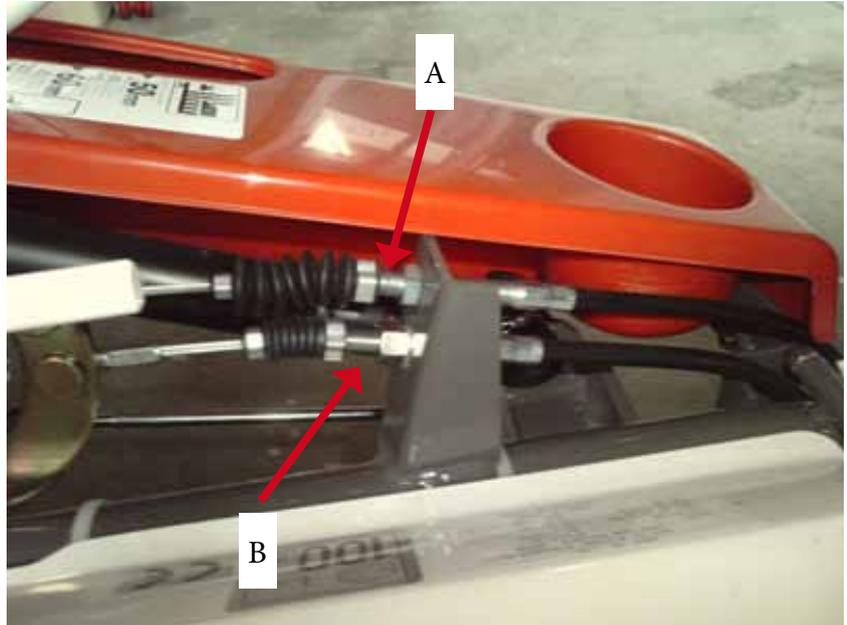

Bild 22
- Wenn der Keilriemen durchrutscht, stellen Sie den Bowdenzug Abb. B Bild 22 so ein, dass die Spannfeder richtig gespannt ist.
- Wenn das Messer nicht innerhalb von 5 Sekunden stehenbleibt, so stellen Sie den Bowdenzug Abb. A Bild 22 ein.
Wenn die Bremse nicht korrekt arbeitet, stellen Sie die Bremse ein Abb. B Bild 22
Stellen Sie den Weg der Einstellstange Abb. A Bild 22 so ein, dass die Maschine in Neutralstellung stehen bleibt.